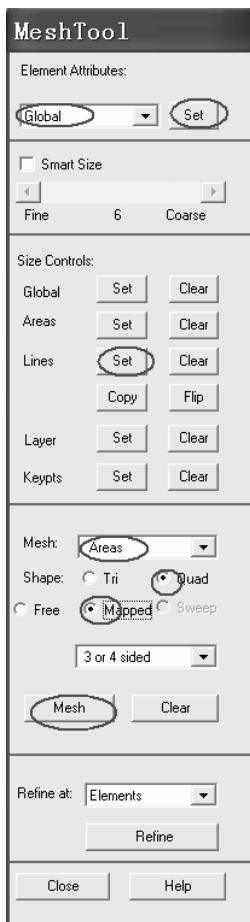
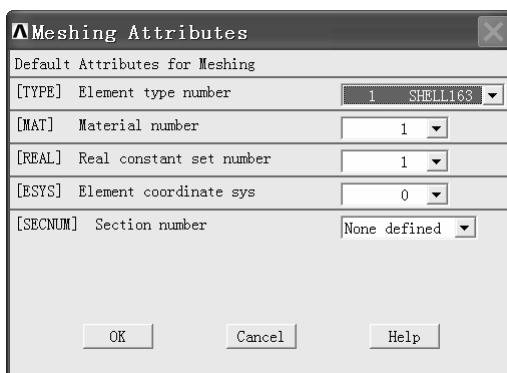
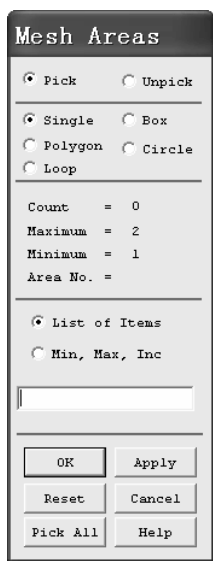
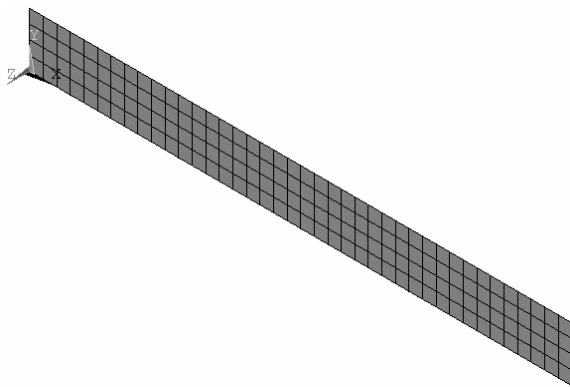

图 3-67 “MeshTool”窗口
图 3-68 “Meshing Attributes”窗口
图 3-71 “Mesh Areas” 窗口
图 3-72 钢板完成单元划分
(20) 依次选择 Main Menu>Preprocessor>Meshing>MeshTool, 弹出“Mesh Tool”窗口(图 3-67)。在“Element Attributes:”下面的方框内选中“Global”, 然后单击该方框后面的“Set”按钮, 弹出“Meshing Attributes”窗口(见图 3-68), 在该窗口中“Element type number”后面的方框中选择“1 SHELL163”, 在“Material number”后的方框中选择“1”, 在“Real constant set number”后的方框中选择“1”。然后单击“OK”按钮返回到“MeshTool”窗口。以上操作选择出了钢板(较窄的板)的单元、材料和实常数(板厚等的设置)。
(22) 选中“MeshTool”窗口中“Mesh:”后方框内的“Areas”, 再选中“Shape:”后的“Quad”, 再选中“Mapped”, 然后单击“Mesh”按钮(以上选择见图 3-67), 弹出“Mesh Areas”窗口(见图 3-71)。用鼠标左键单击选中图形界面中宽度较窄的矩形(即钢板, 选中后颜色改变)。再单击“Mesh Areas”窗口中的“OK”按钮, 钢板完成单元划分(见图 3-72)。